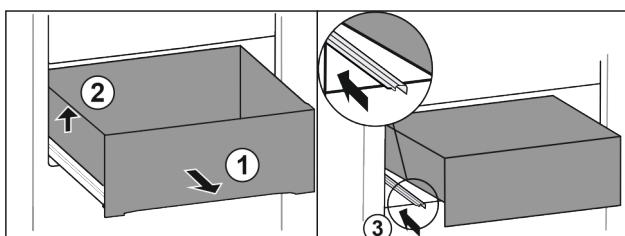

Fig. 62
- Изтеглете чекмеджето докрай. Fig. 62 (1)
- Повдигнете чекмеджето отляво. Fig. 62 (2)
- Вкарайте лявата релса. Fig. 62 (3)